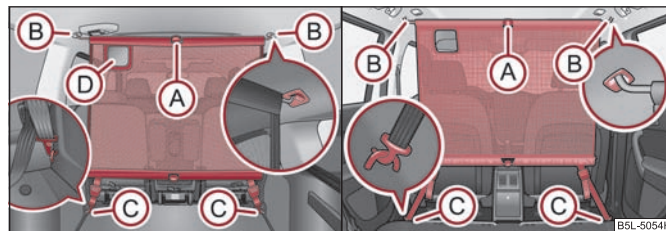

Fig. 80 Utilización de la red separadora estática detrás de los asientos traseros / detrás de los asientos delanteros.
- Montar la barra transversal en el alojamiento **(B)**, primero en un lado, y presionar la barra transversal hacia delante. Sujetar de igual modo la barra transversal en el otro lado del vehículo, alojamiento **(B)** ⇒ página 83, fig. 80.
- Soltar las cintas en ambos lados y desenganchar el gancho de mosquetón **(C)** ⇒ página 83, fig. 80.
El orificio **(D)** ⇒ página 83, fig. 80 en la red separadora estática sirve para atravesar el cinturón de seguridad de tres puntos de fijación ⇒ página 149. ■